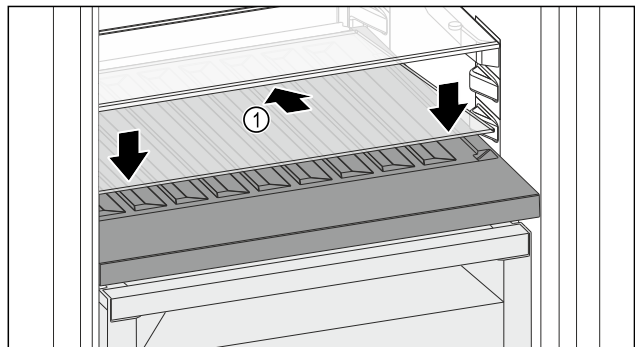

Fig. 216
- ▶ Glasplatte Fig. 216 (1) schräg und nach hinten unten geneigt ansetzen.
- ▶ Glasplatte Fig. 216 (1) vorne absenken.